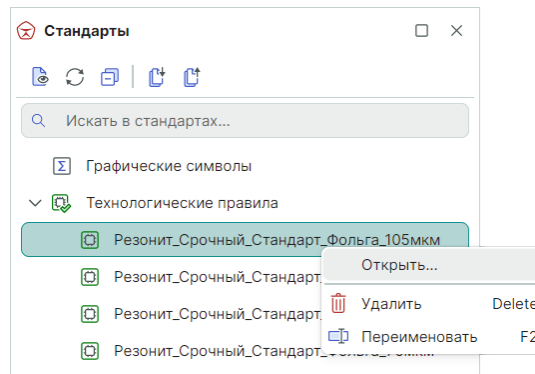

Рис. 147 Вызов настройки шаблона технологических правил
2. Вызовите контекстное меню и выберите команду «Открыть...» или дважды кликните по шаблону, см. Рис. 147.